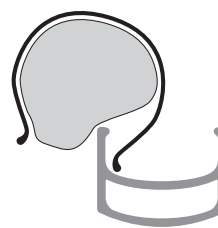

Figura 14. Posizionare il primo tallone nel cerchio.
- Installare il primo tallone nel cerchio (Figura 14). Iniziare dallo stelo della valvola.